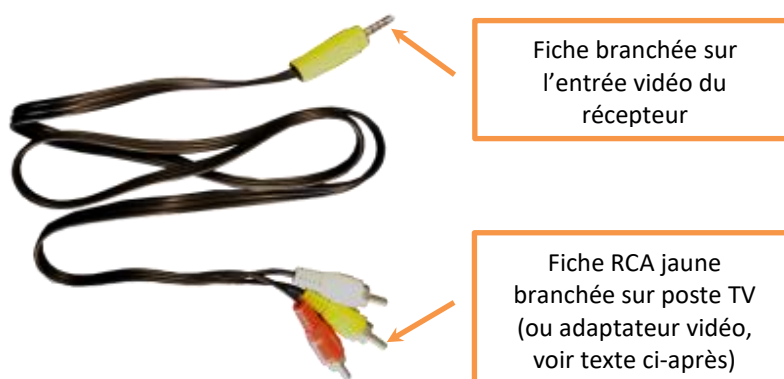

Figure 8 – Cordon vidéo du récepteur
- Branchement sur un ordinateur (figure 8) :